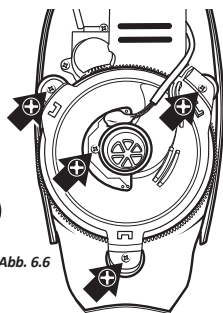

Abb. 6.6
3. Lösen und entfernen Sie die drei Kreuzschrauben, die die Ballzuführung mit der Platte verbinden (Abb. 6.6)